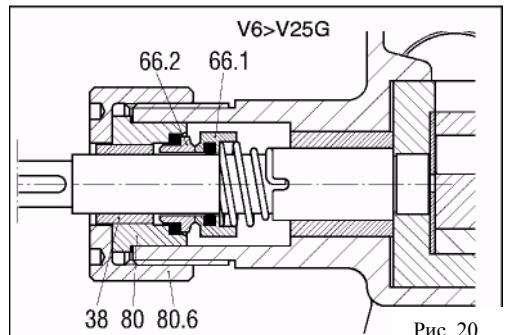
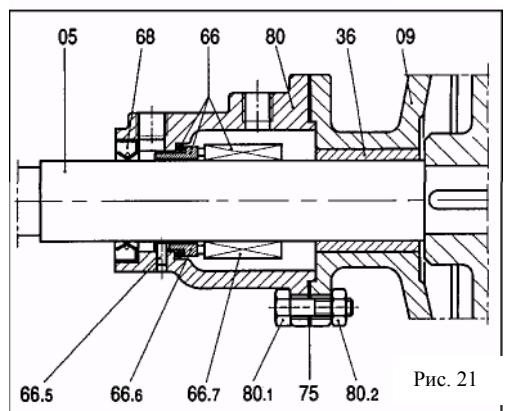
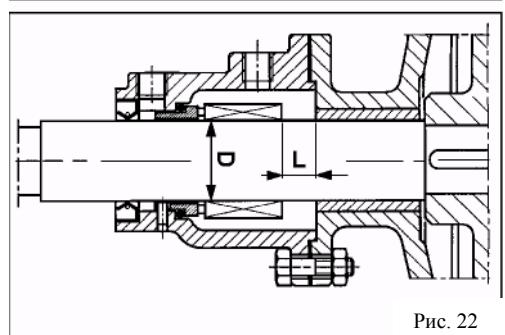

Рис. 20
Рис. 21
Рис. 22
- Установите шпонку (41) и вставьте вал в ротор с помощью пресса. Не устанавливайте пока шпонку (42).
12.4 Установка механического уплотнения ST5, ST6 (чугунные насосы от V6 до V25) (рис. 20)
- Установите корпус уплотнения (80) с неподвижным кольцом (66.2). - Установите гайку (80.6) и затяните ее.
12.5 Установка одинарного механического уплотнения ST4, ST5, ST6 (рис.21)
- Установите заднюю крышку (09).
- Затяните стопорные винты уплотнительного кольца. Вращающееся кольцо механического уплотнения должно располагаться так, как показано на рис. 22.
последняя еще не установлена на корпусе, а опирается на заднюю поверхность ротора (рис. 22).